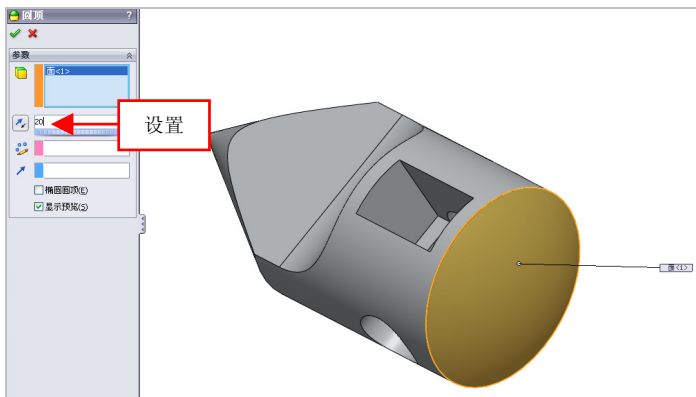

图 5-61 设置参数值
(3) 弹出【圆顶】属性管理器，选择外侧圆柱面对象，设置【距离】为 20，如图 5-61 所示。